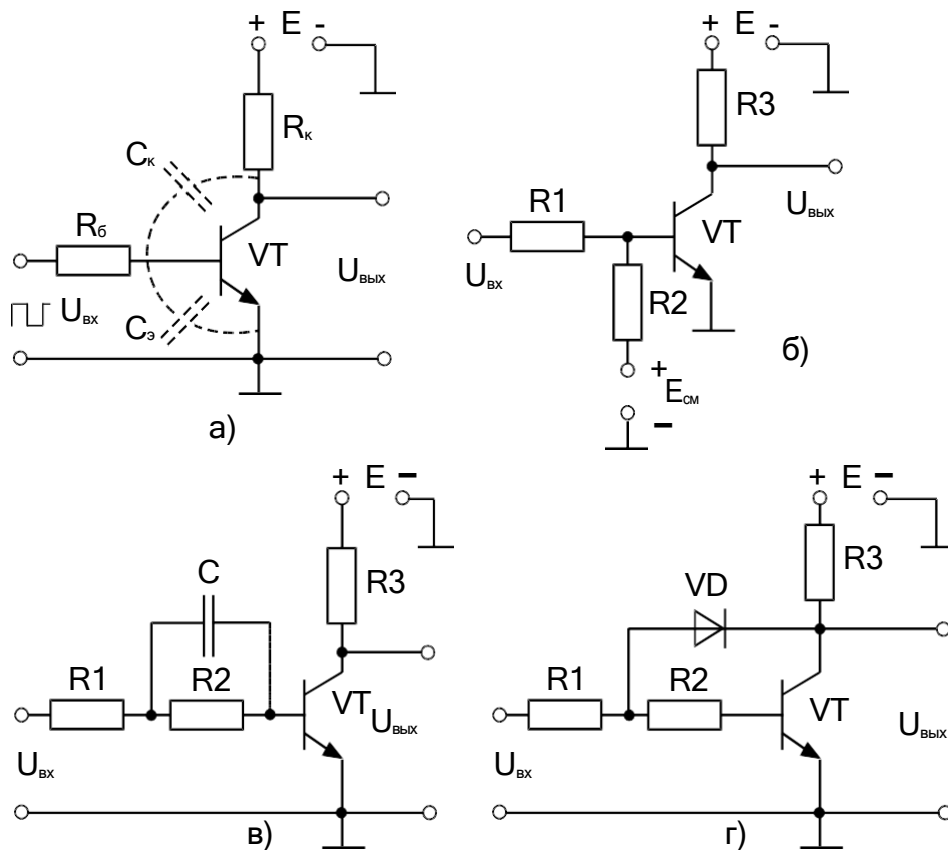
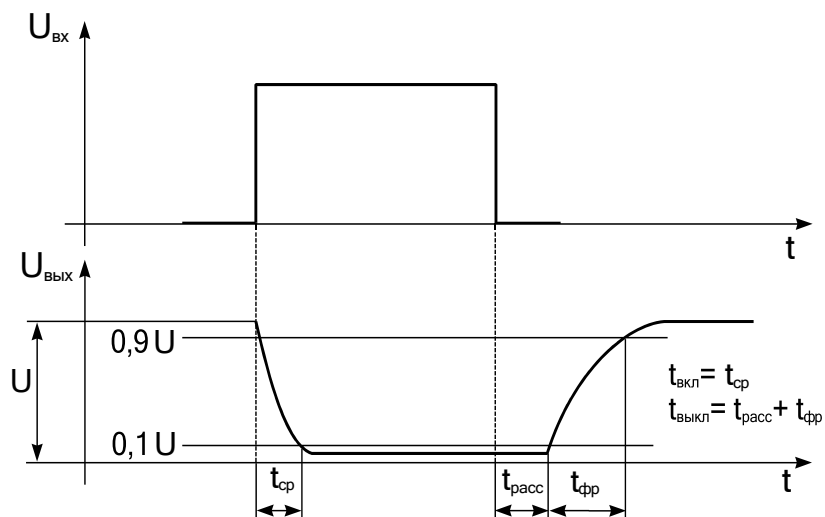

Рис. 1. Различные схемы ключей на биполярных транзисторах
Рис. 2. Осциллограммы входного и выходного импульсов ключа
Простейший ключ выполняется на транзисторе, включенном по схеме с ОЭ, имеющем ограничительное сопротивление в цепи базы (рис. 1,а). Этот транзистор имеет большое время выключения  $t_{\text{выкл}} = t_{\text{расс}} + t_{\text{фр}}$  из-за рассасывания избыточного заряда из базы (рис. 2). Задержка выключения зависит от коэффициента насыщения транзистора  $K_{\text{нас}} = I_{\text{б}}/I_{\text{б.нас}}$ , где  $I_{\text{б}}$  — ток базы;  $I_{\text{б.нас}} = I_{\text{к.нас}}/\beta$  — ток базы, полностью открывающий транзистор до порога насыщения. Обычно  $K_{\text{нас}} = 3 \dots 5$ . Время включения транзистора  $t_{\text{вкл}} \approx t_{\text{ср}}$  (рис. 2).
а) форсирующий конденсатор (рис. 1в), во время переходного процесса увеличивающий  $I_b$  (соответственно  $K_{нас}$ ) для ускорения отпирания и запирания транзистора;
б) источник запирающего смещения цепи базы (рис. 1б), который «вытягивает» носители из базы при запираии транзистора;
в) нелинейную обратную связь (VD), снижающую ток базы при сильном отпирании транзистора. Быстродействующий диод ответвляет часть тока в коллекторную цепь и устраняет режим насыщения, следовательно, исчезает время рассасывания  $t_{расс}$  (рис. 1г).
В макете есть встроенный генератор прямоугольных импульсов. Клеммы «Вход» предназначены для наблюдения осциллограммы входного сигнала, «Выход» — выходного сигнала. Клеммы XS1...XS4 и переключки позволяют изменять схемы ключа на транзисторе (рис. 1, а–г).